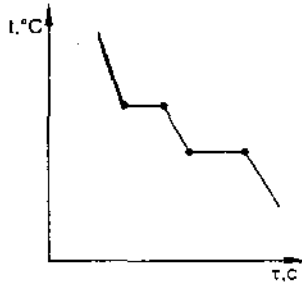

Рисунок 2
4. Какому сплаву соответствует кривая охлаждения (рисунок 2)?